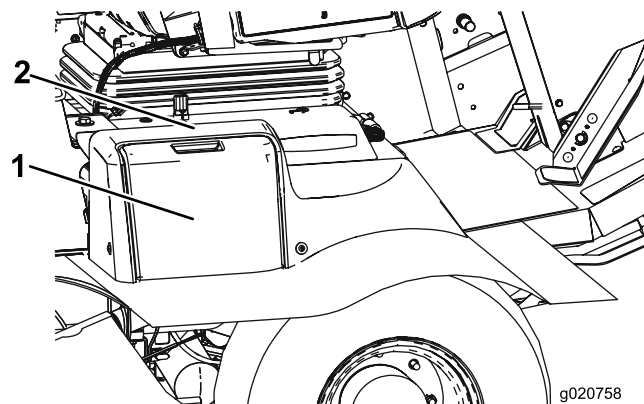

Figure 52
1. Ouvrez le couvercle de la batterie sur le côté du carénage (Figure 52).
Remarque: Appuyez sur la surface plate au-dessus du couvercle de batterie pour faciliter la dépose du couvercle (Figure 52).